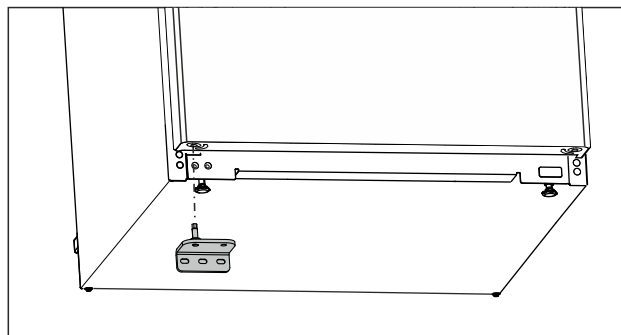

Fig. 22
- ▶ Helyezze be az alsó csapágybakot az ellenkező oldalra. (lásd Fig. 22)